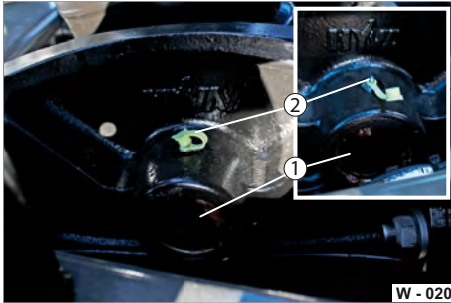

Abb. 21 Schmierstelle Teleskop-Zylinder
- ▶ Fetten Sie den Zylinder-Lagerbock am Schmiernippel (Abb. 21/2), bis zum Fettaustritt, ab.